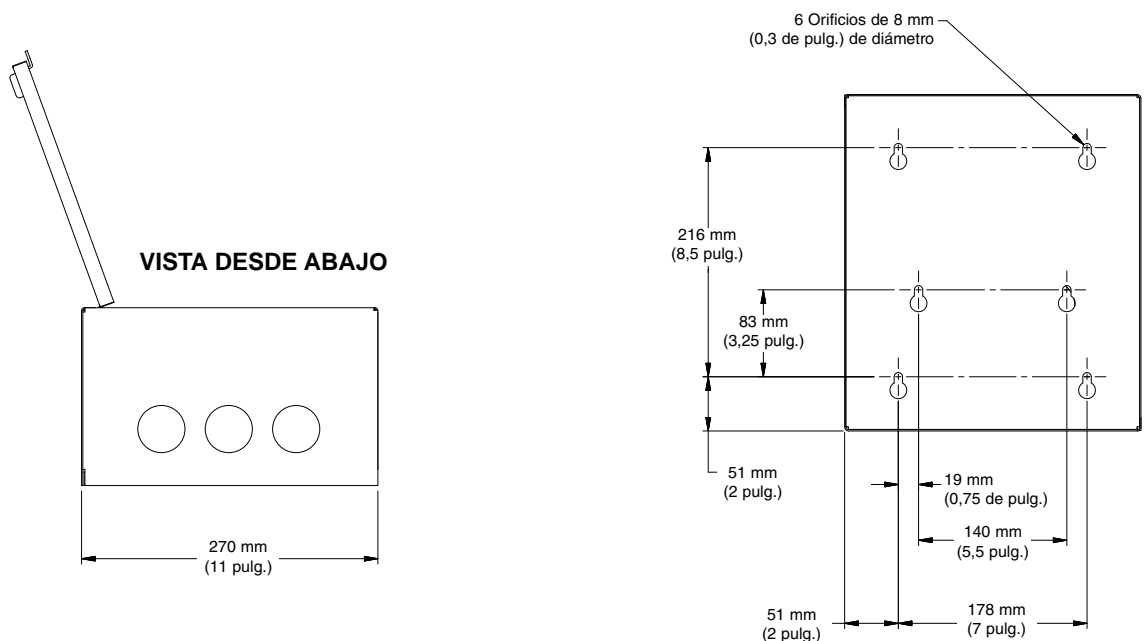

Figura 4
1. Mida y marque las ubicaciones de los orificios de montaje según las dimensiones que se indican en la Figura 4. Instale seis pernos de anclaje de 1/4 de pulg. (suministrados por el instalador).